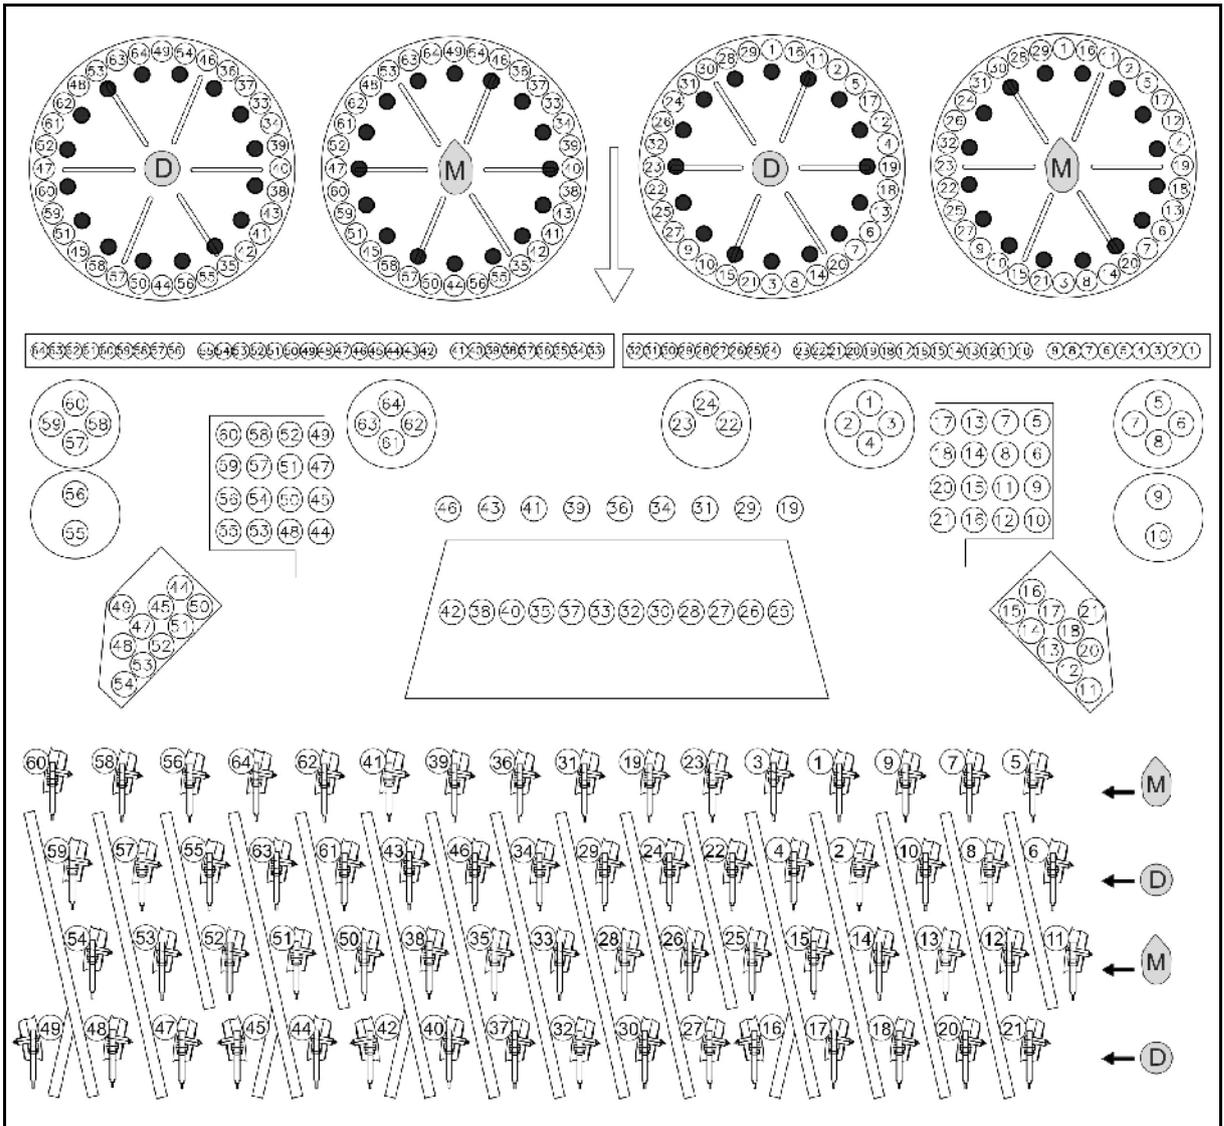

Fig. 27
- Mais **M**: Verschlussbleche entsprechend Fig. 27 montieren.
- Dünger **D**: Verschlussstopfen entsprechend Fig. 27 montieren.